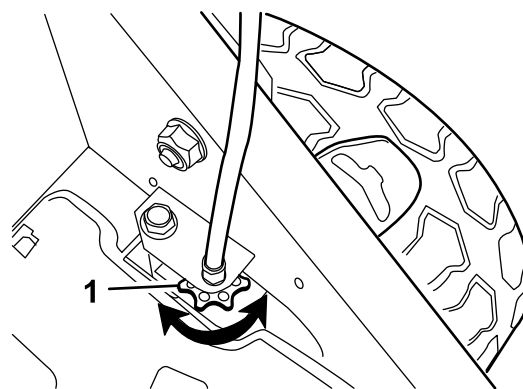

Figure 25
- Si les roues ne tournent pas quand vous engagez la barre de commande d'autopropulsion, la courroie de déplacement n'est pas assez tendue. Tournez une fois la molette de commande des roues (Figure 25) dans le sens horaire et répétez les opérations 4 à 6.
courroie de déplacement est trop tendue. Tournez une fois la molette de commande des roues (Figure 25) dans le sens antihoraire et répétez les opérations 4 à 6.